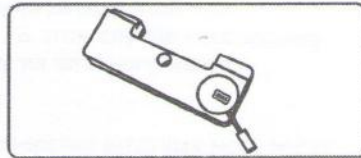

рис. 10
- на каждой из установленных на опорах подушек нанесён номер указанный в таблице сборки (рис. 10).